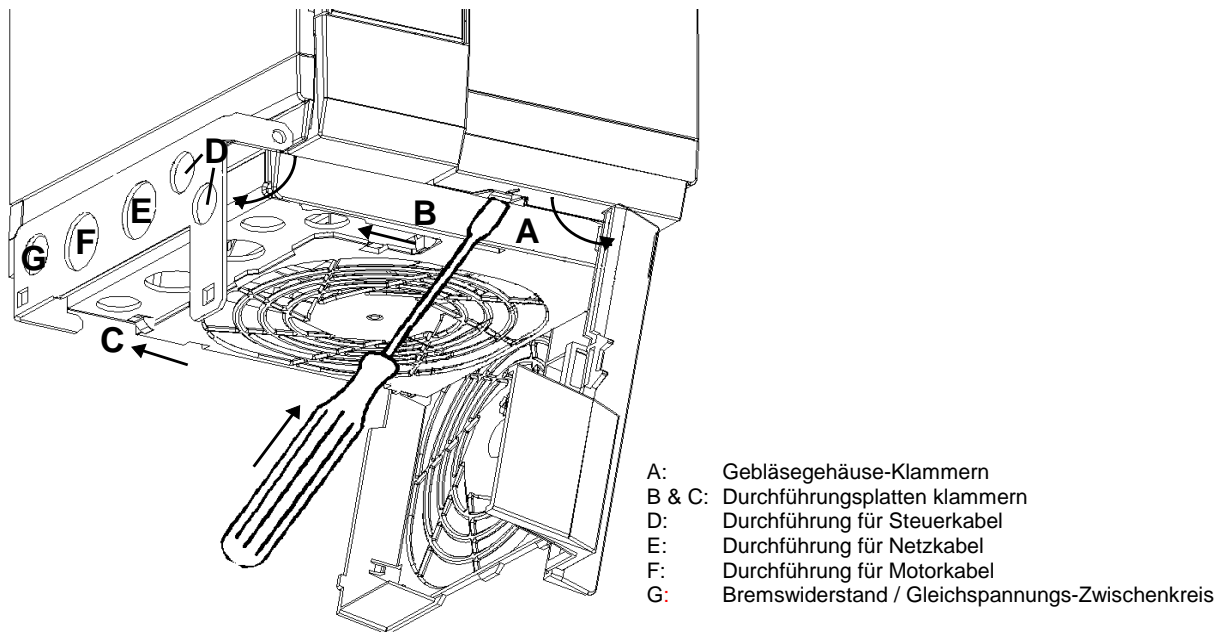

Bild 5: Netzanschlüsse - Rahmengröße C
- **Rahmengröße C:** Mit Hilfe eines Schraubendrehers mit kleiner Spitze (*wie in Bild 5 gezeigt*) die Durchführungplatte und das Gebläsegehäuse; beide herunterklappen und offen nach unten hängen lassen. Kabel, gemäß Angaben in diesem Abschnitt, an Netz- und Steuerklemmen anschließen. Sicherstellen, daß die Drähte ordnungsgemäß Kontakt haben und daß das Gerät richtig geerdet ist.
Ein Schraubendreher mit kleiner Spitze (max. 3,5 mm) wird benötigt, um die WAGO-Kabelklemmanschlüsse der Steuerklemmen, wie in Bild 5 gezeigt zu öffnen und zu schließen.